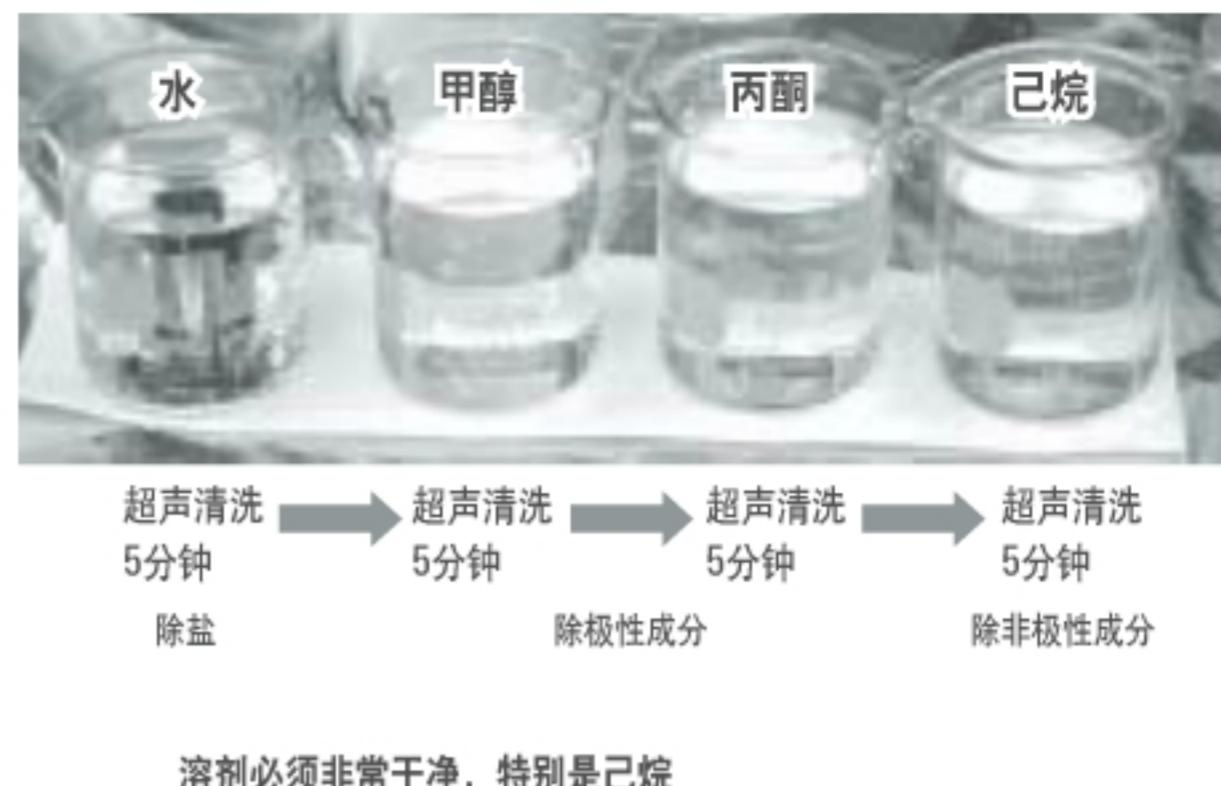

图5. 离子源清洗顺序
- 将冲洗后的部件全部放在烧杯中，加入去离子水浸没所有部件，超声清洗5分钟。步骤4, 5, 6和7参考图5。